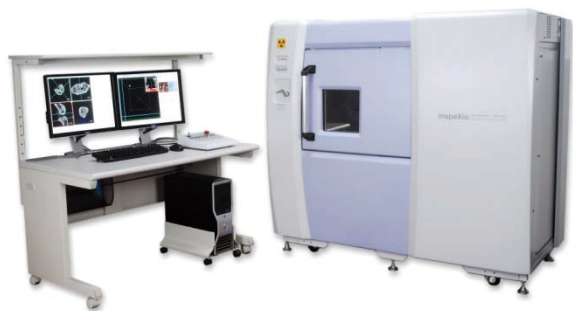
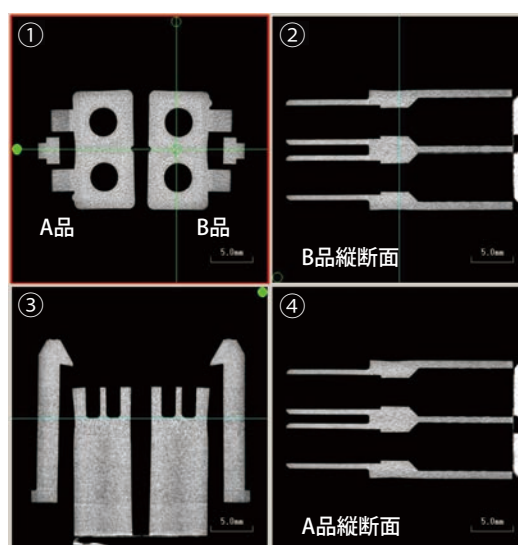

Fig. 1 新型マイクロフォーカス X 線 CT システム inspeXio SMX-100CT
Fig. 3 樹脂製コネクタの MPR 画像と 3D 画像
「マイクロフォーカス X 線 CT システム inspeXio SMX-100CT」(Fig. 1) を使用して樹脂製コネクタ (Fig. 2) を撮像した結果を、Fig. 3 に示します。サンプルの樹脂コネクタは 2 極のもので、同形のものを 2 個用意し、2 個並べた状態で同時撮像を行いました。
Fig. 3 は MPR 画像を示しています。MPR 画像は複数枚の CT 画像を仮想空間上に積み上げて、CT 画像①/互いに直交する縦断面画像②、③/縦断面画像に直交する任意断面画像④を四つ並べて表示する表示方法です。MPR 画像において、左上の①画像が回転軸と直交する断面を表しています。2 極のコネクタを 2 個並べて撮像していますので、2 極のコネクタの断面が同画面上に写っています。左側を A 品、右側を B 品とします。次に、これらデータを三次元化表示したものを Fig. 4 に示します。